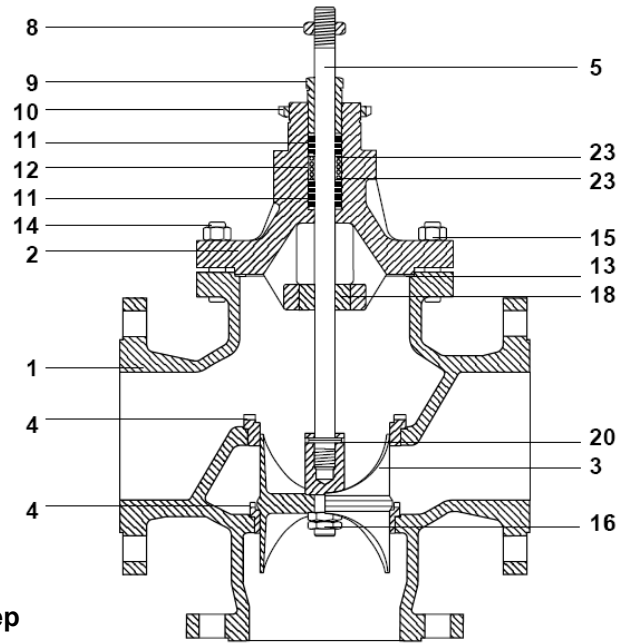

Fig.1 Mengklep
4.2.1 Vervangen van de CHEVRON pakkingringen (zie Fig.1,2,4)